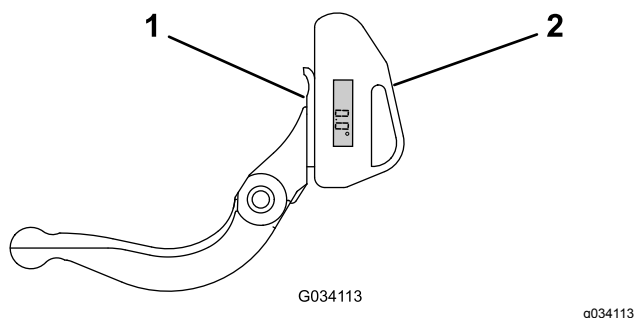

Bild 35
1. Positionieren Sie den Neigungsmesser an der Unterseite des Untermessers, wie in **Bild 35** abgebildet.